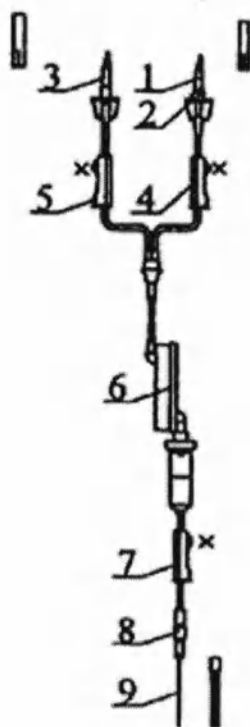

Рис. 1
(в соответствии с рис. 1 - 6)
- Закройте все зажимы. Рис.1